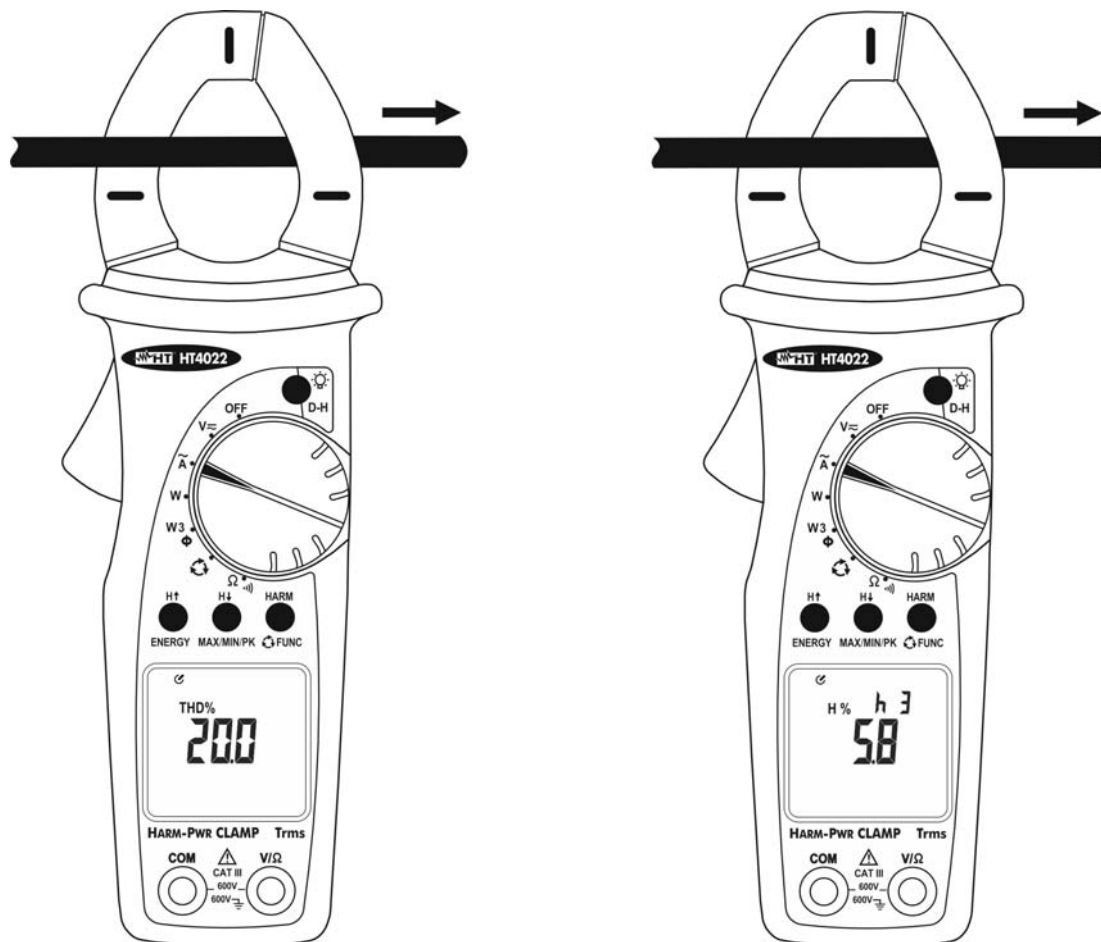

Fig. 10: Análisis armónico de la corriente
3. Abra el maxilar y engatille un único cable al centro del toroidal (ver § 4.1.2 y Fig. 10). El instrumento visualizará el símbolo “**THD%**” correspondiente a la medida porcentual de la Distorsión Armónica Total de la corriente en examen.